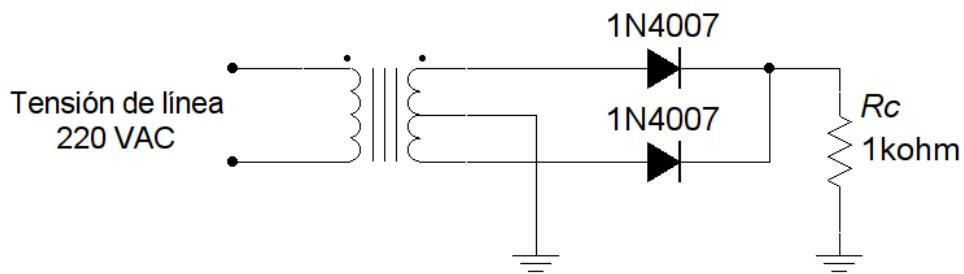

Figura 5: Rectificador de onda completa.
- Usando un segundo diodo armar el circuito rectificador de onda completa de la Figura 5.